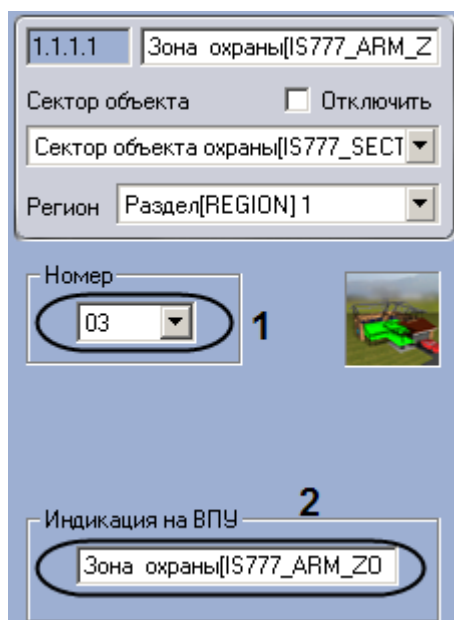

Рис. 3.2—4. Настройка зоны охраны
2. Выбрать из раскрывающегося списка **Номер** аппаратный адрес зоны охраны (см. Рис. 3.2—4, 1).
3. Ввести в поле **Индикация на ВПУ** имя, которое зона будет иметь на дисплее ВПУ (см. Рис. 3.2—4, 2).